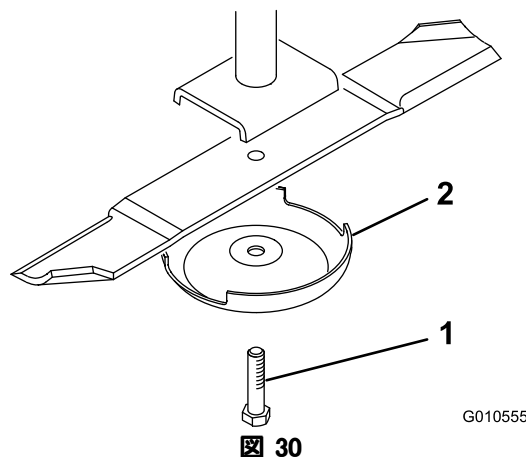

図 30
2. ぼろきれや厚いパッドの入った手袋を使ってブレードの端部をしっかりと握る。スピンドルのシャフトからブレードボルト、芝削り防止カップ、ブレードを取り外す（図 30）。